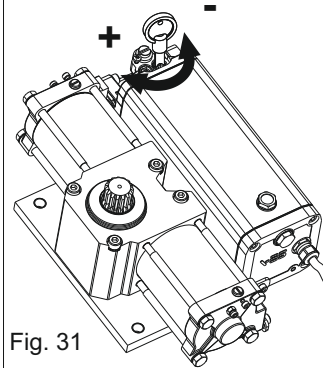

Fig. 31
- Obrar sobre las válvulas by-pass con la llave apropiada, en dotación a los instaladores, en sentido retrógrado para aumentar la fuerza y en sentido directo para reducirla (Fig. 31).